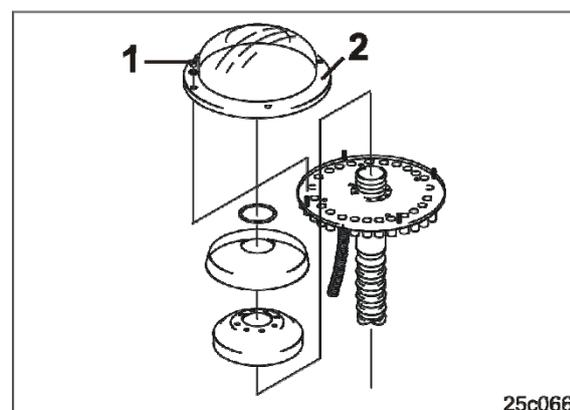

図 189
7. 蝶ナット (図 189/1) を緩め、透明なプラスチックキャップ (図 189/2) を分配ヘッドから引き抜きます。
9. プラスチックキャップ (図 189/2) を取り付けます。
10. プラスチックキャップを蝶ナット (図 189/1) で固定します。